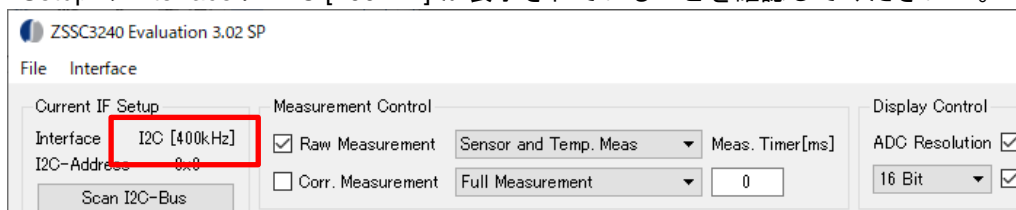

図 9-10 Current IF Setup の Interface
2. 図 9-10 に示すように Interface の表示が"I2C [400kHz]"に変更されない場合、再度[Interface]メニューから[I2C]を選択してください。